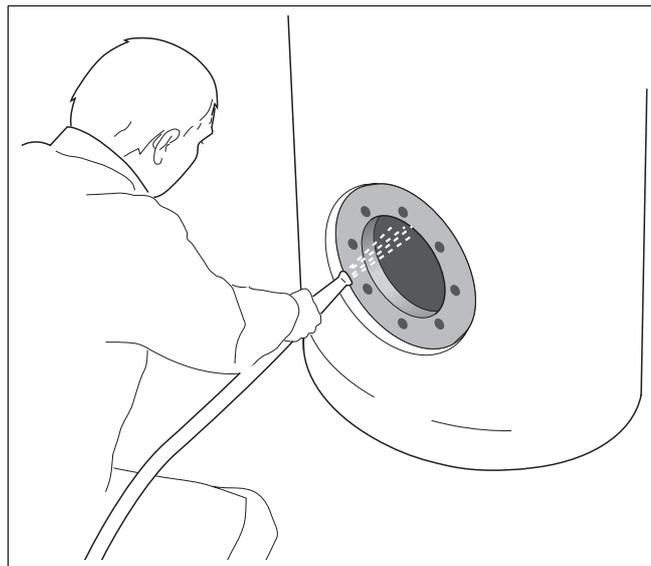

Abb. 11 Warmwasserspeicher ausspritzen
- Innenraum des Warmwasserspeichers mit einem „scharfen“ Kaltwasserstrahl (ca. 4 – 5 bar Überdruck) ausspritzen (Abb. 11).